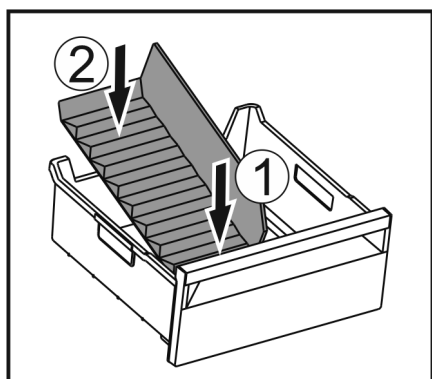

Fig. 35
- ▶ Inserire dapprima il divisore davanti Fig. 35 (1).
- ▶ Abbassare la parte posteriore Fig. 35 (2).